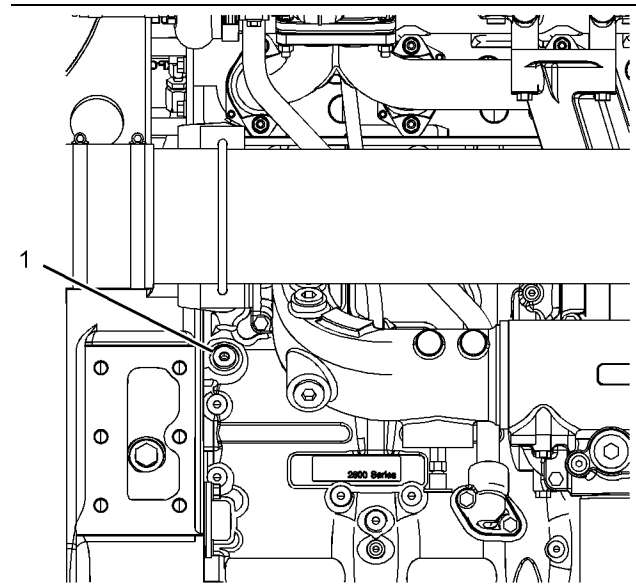

Рис. 20
Снимите пробку, показанную на рис. 20, для подсоединения к системе смазки двигателя. Для подсоединения требуется труба 9/16 дюйма x 18 витков на дюйм. Убедитесь в использовании правильного типа масла - для получения дополнительной информации см. раздел этого руководства по эксплуатации и техническому обслуживанию, “Рекомендации по эксплуатационным жидкостям”. После смазывания внутренних поверхностей двигателя снимите разъем и установите заглушку (1). Затяните пробку с моментом затяжки 30 N·m (265 lb in). Компания Perkins рекомендует проводить данную процедуру при минимальной температуре окружающей среды 10° C (50° F).